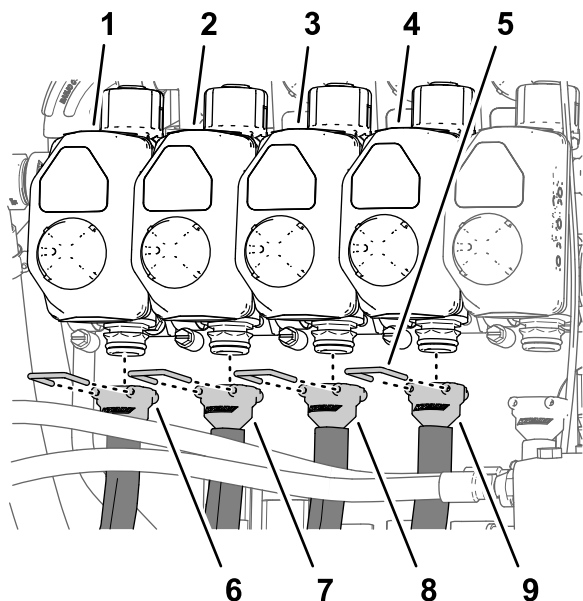
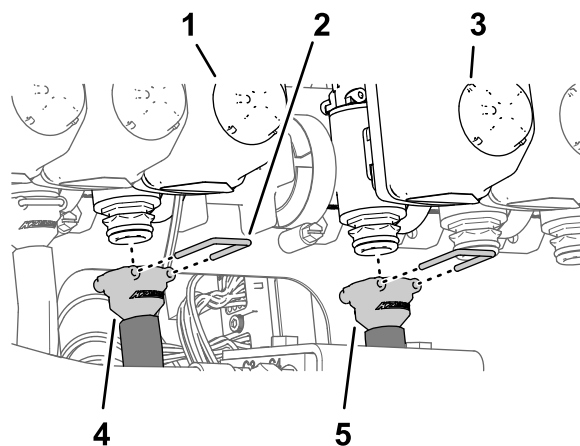

Рисунок 128
Рисунок 129
Примечание: Расположения клапанов сопел см. на Рисунок 128 в разделе Подсоединение шлангов к клапанам сопел с 1 по 4 (страница 68), на Рисунок 129 в разделе Подсоединение шлангов к клапанам сопел 5 и 6 (страница 68) и на Рисунок 130 в разделе Подсоединение шлангов к клапанам сопел с 7 по 10 (страница 69).
1. Установите прямой штуцер типа «елочка» шланга подачи длиной 279 см на соединительную муфту клапана сопла 1 (Рисунок 128).
2. Прикрепите штуцер типа «елочка» к соединительной муфте с помощью держателя (Рисунок 128).
3. Установите прямой штуцер типа «елочка» шланга подачи длиной 234 см на соединительную муфту клапана сопла 2 (Рисунок 128).
4. Прикрепите штуцер типа «елочка» к соединительной муфте с помощью держателя (Рисунок 128).
соединительную муфту клапана сопла 3 (Рисунок 128).
6. Прикрепите штуцер типа «елочка» к соединительной муфте с помощью держателя (Рисунок 128).
7. Установите прямой штуцер типа «елочка» шланга подачи длиной 188 см на соединительную муфту клапана сопла 4 (Рисунок 128).
8. Прикрепите штуцер типа «елочка» к соединительной муфте с помощью держателя (Рисунок 128).
1. Установите прямой штуцер типа «елочка» шланга подачи длиной 81 см на соединительную муфту клапана сопла 5 (Рисунок 129).
2. Прикрепите штуцер типа «елочка» к соединительной муфте с помощью держателя (Рисунок 129).
3. Установите прямой штуцер типа «елочка» шланга подачи длиной 81 см на соединительную муфту клапана сопла 6 (Рисунок 129).
4. Прикрепите штуцер типа «елочка» к соединительной муфте с помощью держателя (Рисунок 129).